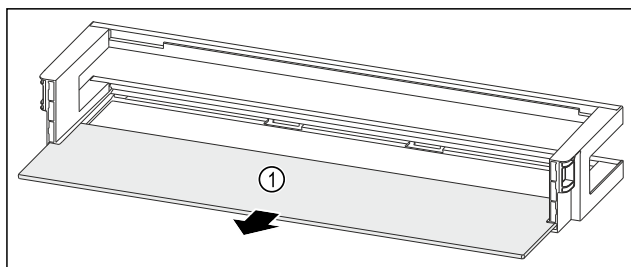

Fig. 82 Balconcino controporta con ripiano
- Rimuovere il ripiano Fig. 82 (1).